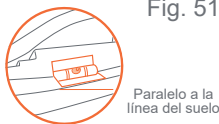

Fig. 55-3
- Si el indicador de ángulo de la silla muestra la línea de nivel paralela al suelo, la silla está instalada en el nivel adecuado de inclinación para ocupantes de más de 22 lb a 35 lb. (Fig. 55-3).